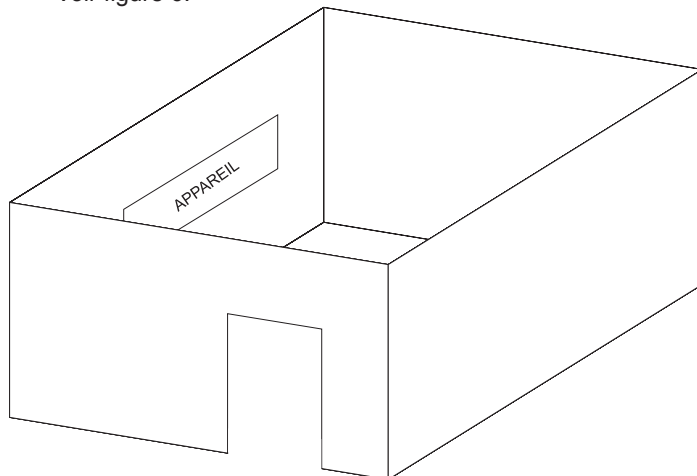

Figure 6
- Avec des parois sur tous les côtés, mais aucun couvert aérien. Voir figure 6.